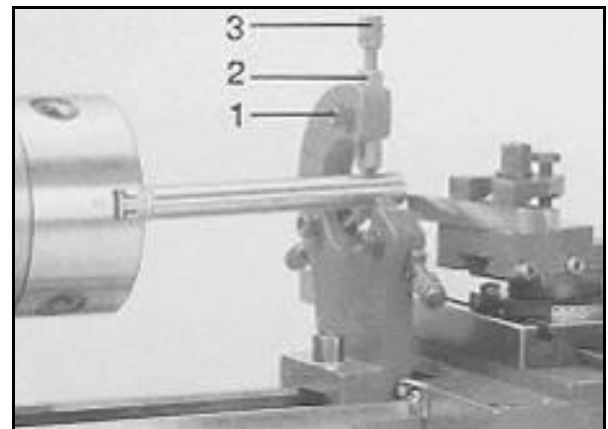

Рис. 23
Поворачивая винты с накатной головкой (3, Рис. 23) пока все упорные губки (2) не соприкоснутся с заготовкой, не зажимая ее. Затяните фиксирующие гайки (1).